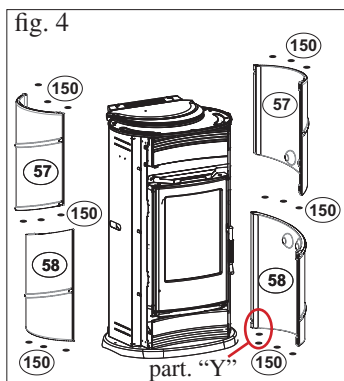

fig. 4
- Colocar las losetas de cerámica (57-58) sobre las placas (78)
- Poner en la parte trasera 2 distanciadores siliconados (150), entre la base de fundición y la loseta inferior derecha (58) (véase el detalle Y - fig. 4).